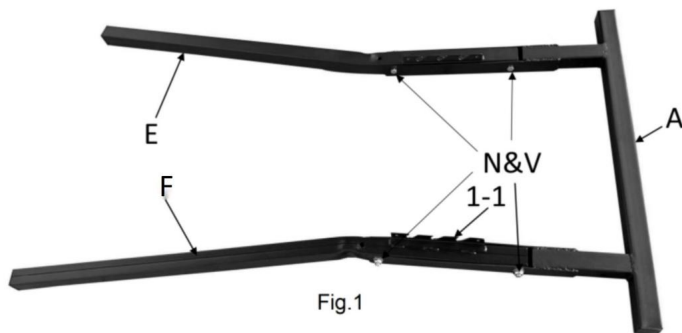

Fig. 1
1. Montera höger och vänster ben (E & F) på basramen (A). Sätt in änden av varje ben in i basramens öppningar och rikta in bulthålen. Höjden justeringsskåror (Fig.1 1-1) kommer att vara på insidan och benen måste vinklas utåt. Säkra varje ben med en rambult (N) och låsmutter1 (V). Sätt in de två benbult (N) och låsmutter1 (V) tryck sedan ned ändarna för att säkra benen.